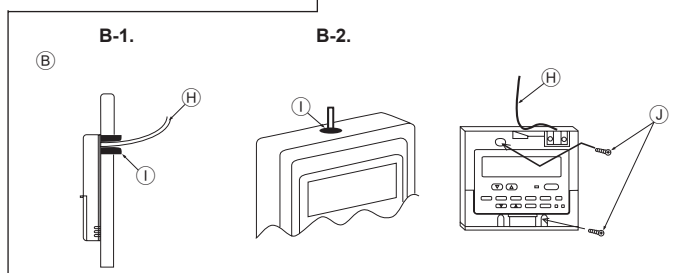

Fig. 6-3
(2) Sceller l'entrée de service du cordon de la télécommande avec du mastic pour éviter toute invasion possible de rosée, d'eau, de cafards ou de vers. (Fig. 6-3)